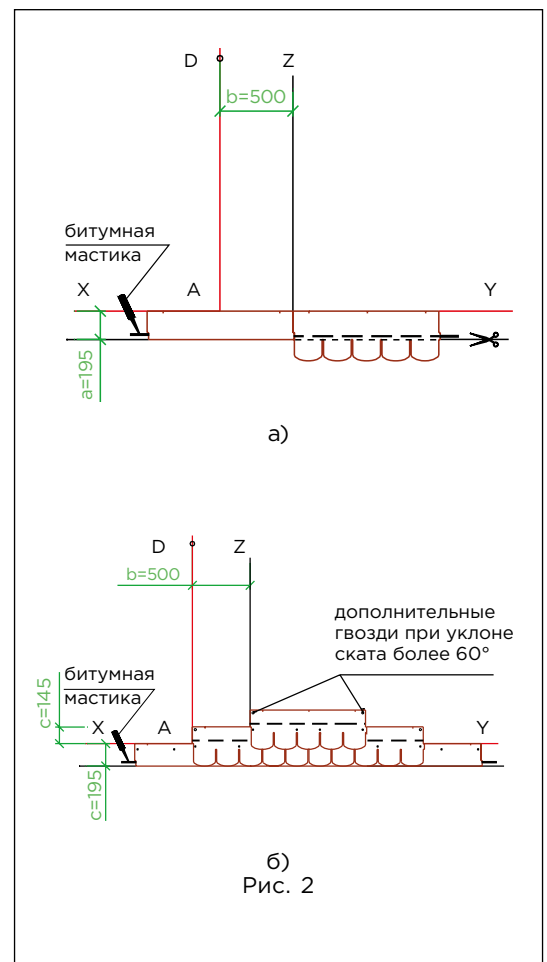

Рис. 2
Укладка материала (рис. 2)
- Начальный ряд формируется из листов черепицы, обрезанных по линии, образованной конечными точками вырезов. Полученные таким образом полосы шириной 195 мм укладываются по линии карниза в обе стороны от линии Z (рис. 2а) и фиксируются по нижнему краю битумной мастикой, а по верхней кромке 4 гвоздями (ось гвоздей на 50 мм ниже верхнего края полосы);
- далее первый ряд черепицы укладывается от линии AD (рис. 2б);
- второй ряд укладывается от линии Z (со смещением 500 мм от AD) (рис. 2б);
Для крепления гибкой черепицы используются гвозди из нержавеющей стали улучшенного прилегания (ершенные, крученые) с гладкими широкими шляпками. Длина гвоздей зависит от толщины сплошного основания, а также от количества слоев гибкой черепицы. Каждый лист черепицы крепится 4 гвоздями в штатных местах таким образом, чтобы гвоздь прошивал и верхний край нижележащего листа черепицы (рис. 2б).